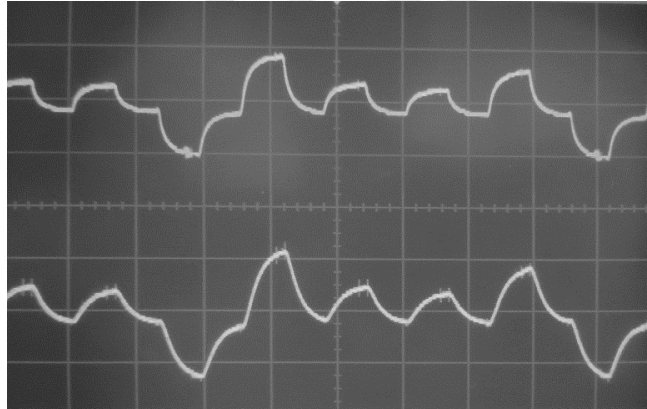

Figura 9.3 Señal antes y después de línea con banda en 50KHz.
1. Manteniendo las conexiones anteriores, analizar las formas de onda de la señal PAM/TDM antes y después de la línea (TP22 y TP23). Variar la banda de paso de la línea, observar lo que ocurre al disminuir la banda y tomar nota en la hoja de observaciones y resultados (Figura 9.3).